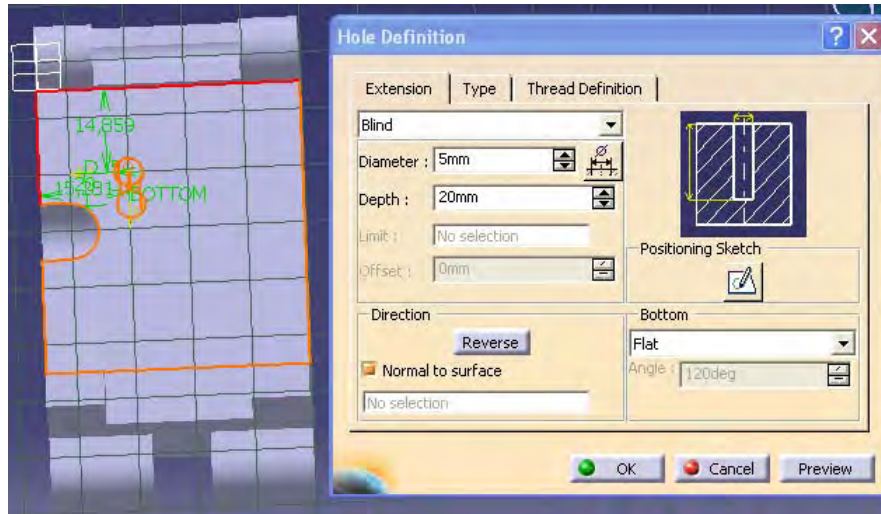
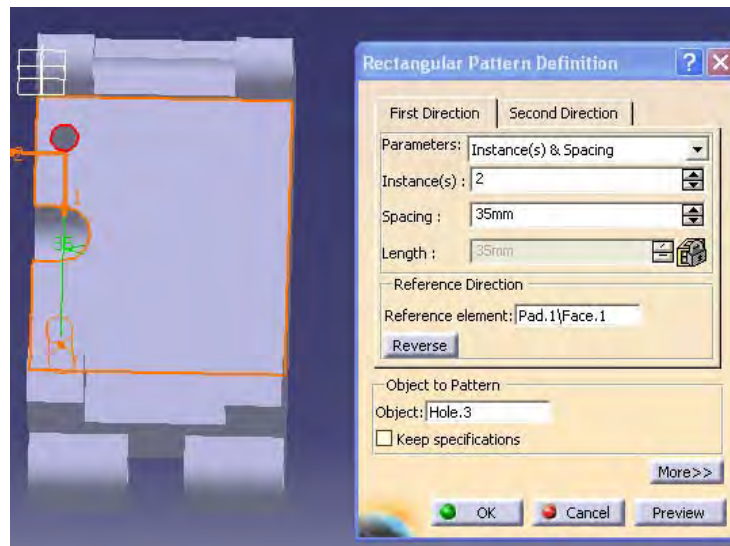
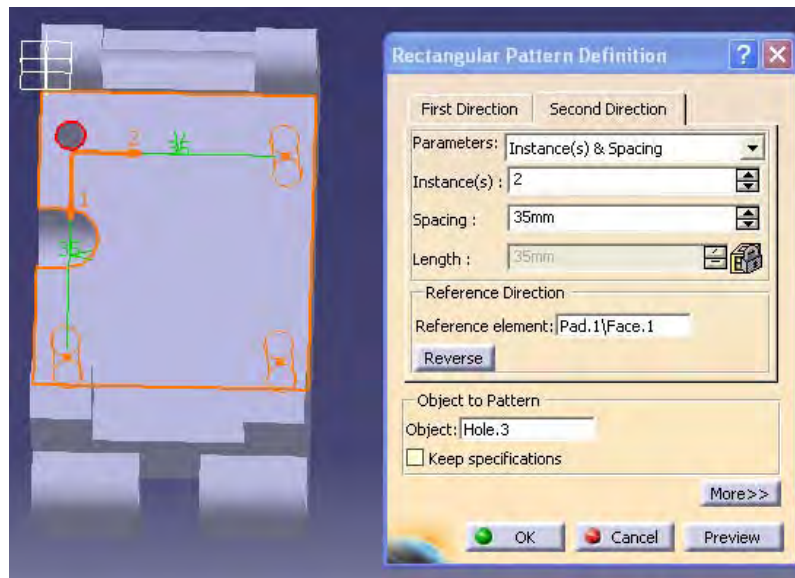

Figura 4.64: CREACION DE UN HOLE
Figura 4.65: PRIMER DIRECCION REJILLA
Figura 4.66: SEGUNDA DIRECCION REJILLA
13.-Se crea un HOLE que servirá como referencia para crear una rejilla (ver la figura 4.64).Se selecciona el agujero después la herramienta RECTANGULAR PATTERN aparece un recuadro y como primer dirección se da en Instante (2) y el espacio que hay entre estos (35mm) (ver figura 4.65), se da clic en la pestaña de la segunda dirección y se hace lo mismo que en el primero solo que cambia la distancia entre estos que es de 30 como se ve en la figura 4.66.